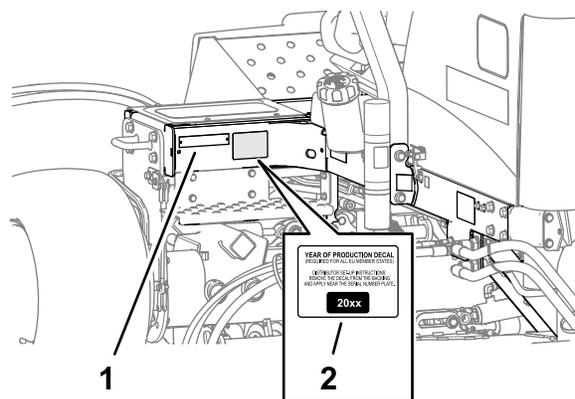

Рисунок 37
2. Снимите подложку и приклейте наклейку, указывающую год выпуска, на раму рядом с табличкой с серийным номером, как показано на Рисунок 37.
1. Начисто протрите левую раму рядом с табличкой с номером модели и серийным номером спиртом и дайте раме высохнуть (Рисунок 37).